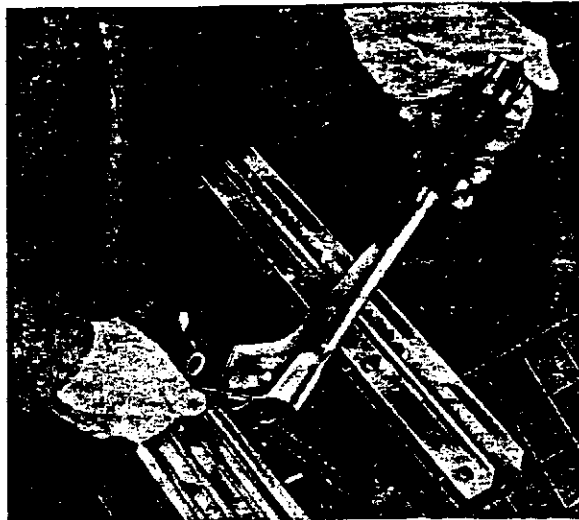

Abb. 48 Handbremshebel ausbauen, P 120
4. Handbremshebel zur Mitte des Wagens schieben, bis er sich am äußeren Lager löst. Gummidichtung entfernen und Hebel mit Welle nach vorn herausziehen, Abb. 48.